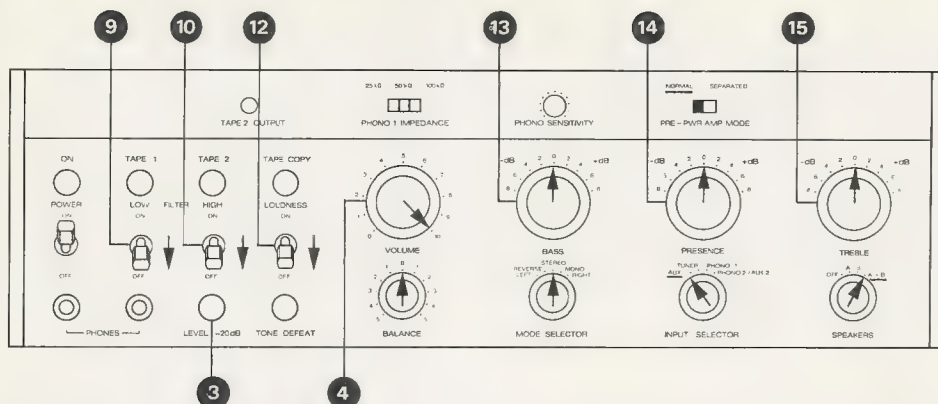

Fig. 5.2.-1
- Bedienungselemente gemäß Fig. 5.2.-1 einstellen.
- Klirrfaktor-Messgerät an Ausgang SPEAKERS A (43) oder B (42) anschließen.
- NF-Generator an Eingang AUX 1 (32) anschließen.
- Mit Regler VOLUME (4) den Ausgangspegel um 30 dB absenken und den Klirrfaktor messen.
- Adjust all operating controls as per fig. 5.2.-1.
- Connect distortion meter to output SPEAKER A (43) or B (42).
- Connect audio generator to input AUX 1 (32).
- Reduce the setting of the VOLUME CONTROL (4) to obtain an output level reduction of 30 dB. Measure distortion at the reduced level.
- Réglez les éléments de commande selon fig. 5.2.-1.
- Branchez le distorsiomètre à la sortie SPEAKERS A (43) ou B (42).
- Branchez le générateur BF à l'entrée AUX 1 (32).
- Abaissez le niveau de sortie de 30 dB à l'aide du réglage de VOLUME (4) et mesurez le taux de distorsion.
- Bedienungselemente gemäss Fig. 5.2.—1 einstellen.
- Voltmeter an Ausgang SPEAKERS A (43) oder B (42) anschliessen.
- NF-Generator an Eingang AUX 1 (32) anschliessen.
- Adjust all operating controls as per fig. 5.2.—1.
- Connect audio voltmeter to output SPEAKERS A (43) or B (42).
- Réglez les éléments de commande selon fig. 5.2.—1.
- Branchez le voltmètre à la sortie SPEAKERS A (43) ou B (42).
- Branchez le générateur à l'entrée AUX 1 (32).
- Voltmeter an linken Ausgang SPEAKERS A (43) oder B (42) anschliessen.
- NF-Generator an linken Eingang AUX 1 (32) anschliessen.
- NF-Generator auf rechten Eingang AUX 1 (32) umstecken. Linken Eingang AUX 1 (32) mit 10 kOhm abschliessen.
- Connect audio voltmeter to the left channel output SPEAKERS A (43) or B (42).
- Connect audio generator to the left channel input AUX 1 (32).